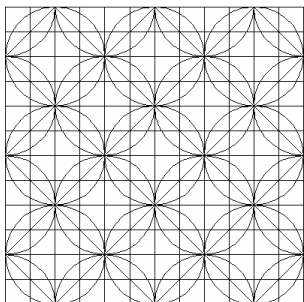

图 4-25
1.画出如图 4-25 所示的图形。
(7)我们再一次单击【修改】工具栏上的按钮，数据如图 4-29 所示，阵列对象为前面绘制的基本图形。单击【确定】最终效果如图 4-25 所示。